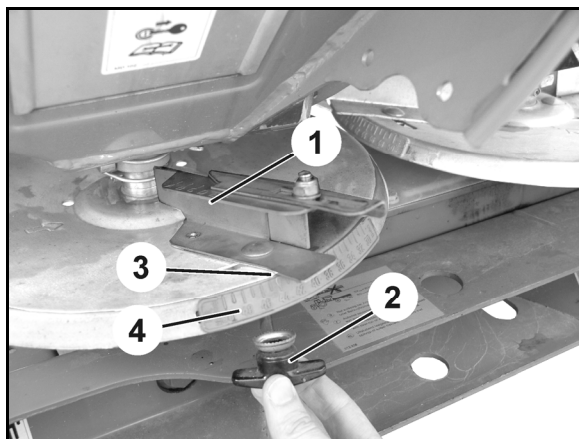

Bild 80
5. Fäst gränsspridarskoveln (Bild 80/1) på spridartallriken med vingmuttern (Bild 80/2).
6. Ställ in avläsningskanten (Bild 80/3) mot siffrorna på skalan (Bild 80/4) enligt spridningstabellen och dra åt vingmuttern (Bild 80/2) ordentligt igen.